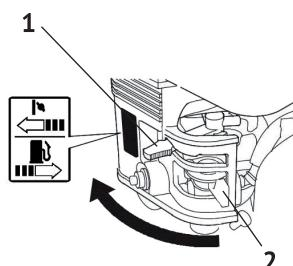

рис.5
- открыть топливный кран (рис.5 поз.2) – крайнее правое положение – «ON»;
- установить рычаг управления воздушной заслонкой (рис.5 поз.1) в крайнее левое положение - „закрыто“ при пуске холодного двигателя, или в промежуточное положение при прогреве двигателя;